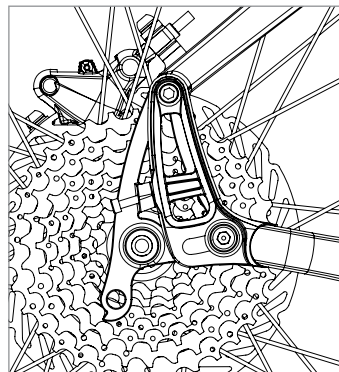

Figure 10
- Pousser les plaques oscillantes jusqu'au bout (figure 10)